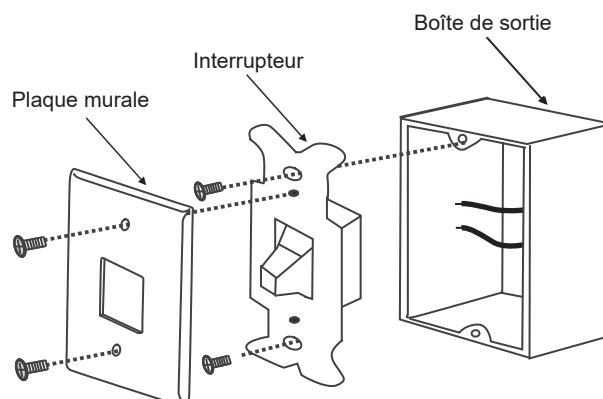

Figure 19
a. Retirez la plaque murale existante et l'ancien interrupteur du boîtier de prise murale. Câblez les fils NOIR (chauds) ensemble et repoussez-les à l'intérieur de la boîte de sortie. (Fig.19)